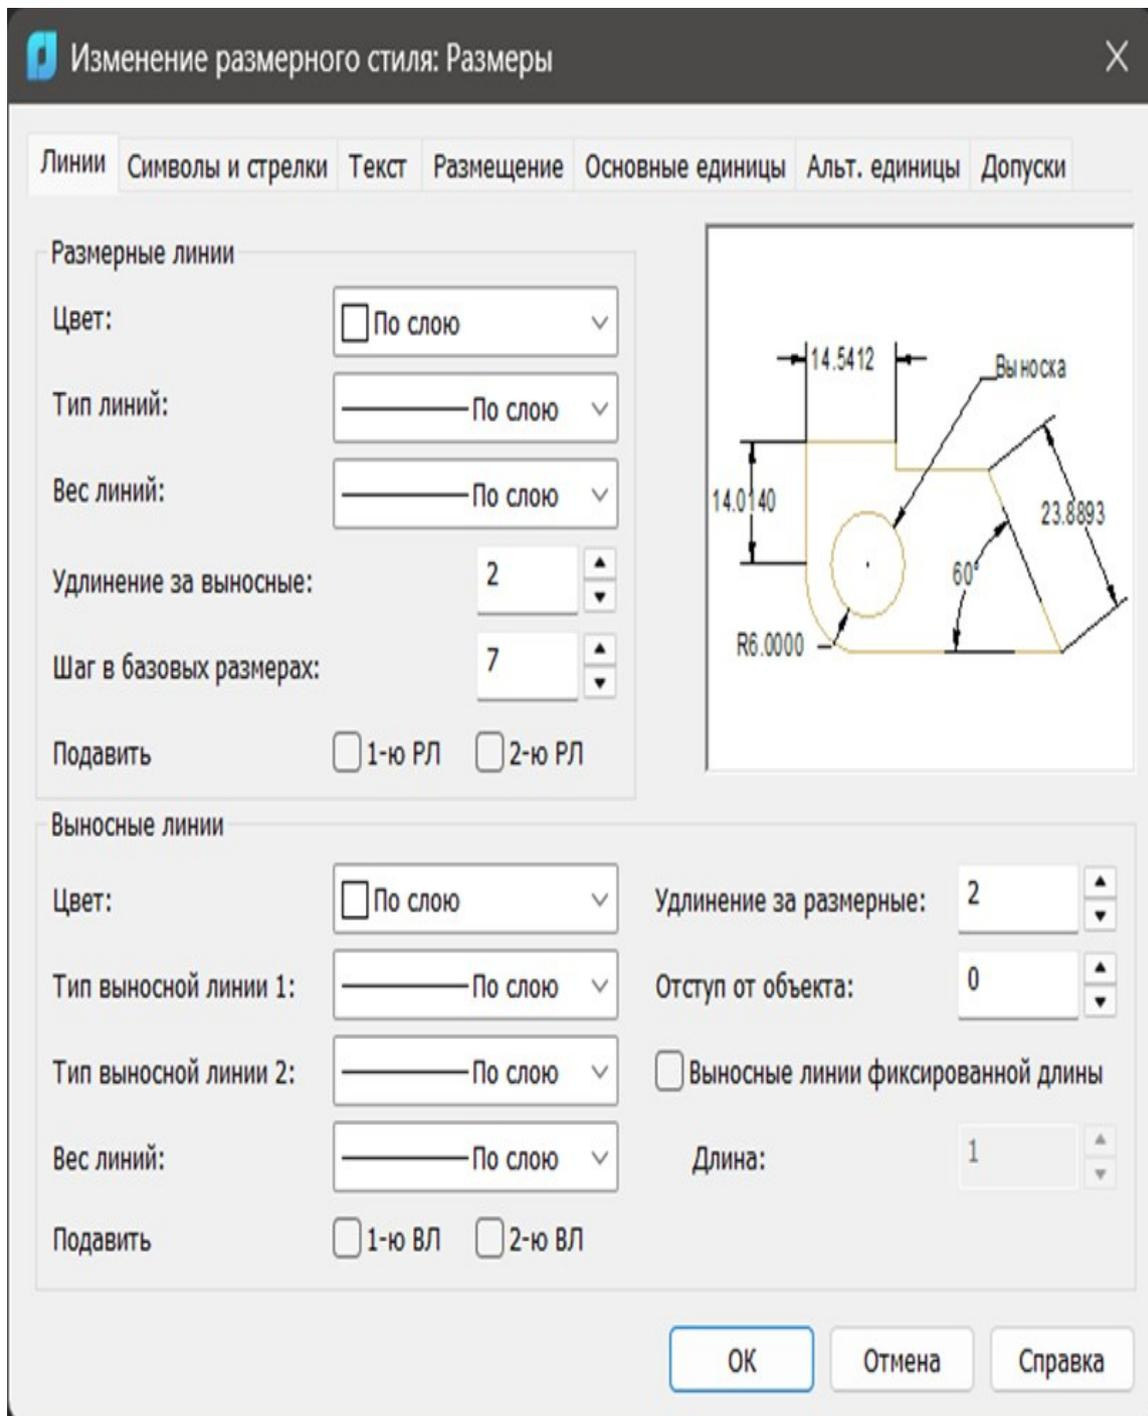

Рис. 4.44
5. В появившемся окне во вкладке Линии выбираем цвет, тип и вес линий - по слою, удлинение за выносные - 2, шаг в базовых размерах - 7, удлинение за размерные - 2, отступ от объекта - 0, остальное - без изменений (рис. 4.44):